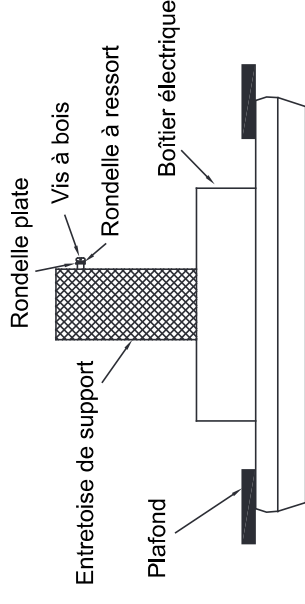

Fig. 7
Étape 1. Visser une vis à bois et des rondelles sur le côté de l'entretoise qui supporte le boîtier électrique. Laisser 3 mm (1/8") d'espace entre l'entretoise et les rondelles (**Fig. 7**).